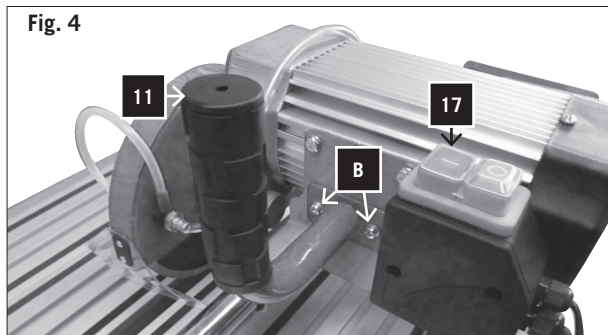

Fig. 4
- 4 Fixez la poignée avec 2 vis cruciformes (B) sur le carter du moteur (Fig.4).
- 5 Placez la vanne (4) dans le cadre du châssis (2).
- 6 Placez la pompe à eau de refroidissement (14) dans la vanne (4).
- 7 Remplir d'eau jusqu'à ce que la pompe (14) soit complètement pleine d'eau (Fig.4).
### Interrupteur Marche/Arrêt (Fig.4)
Pour éteindre l'appareil, appuyez sur le bouton «O» de l'interrupteur (16). (Fig.4).
- 4 Install the handle with 2 cross-recess screws (B) on the motor casing (Fig. 4).
- 5 Place the tub (4) in the base frame (2).
- 6 Place the cooling water pump (14) in the tub (4)
- 7 Fill water till the pump (14) is filled completely with water (Fig.4).
### On/Off switch (Fig. 4)
To deactivate the machine, press the „O“ of the switch (16). (Fig. 4).